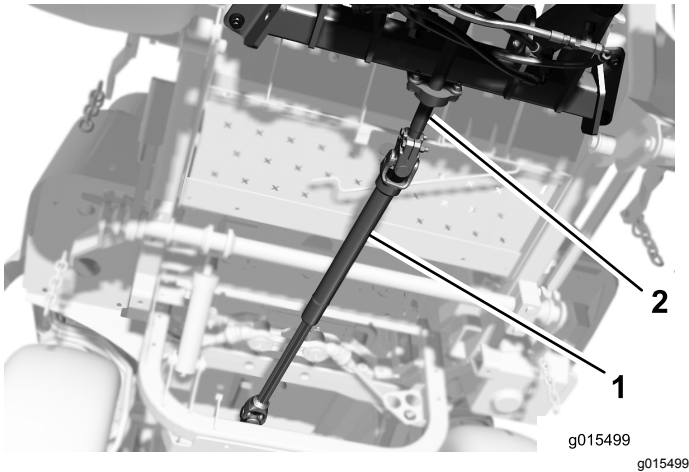

Figura 10
1. Durante l'allineamento dei fori di montaggio dell'albero di trasmissione con il foro dell'albero intermedio, fate scorrere l'albero di trasmissione sull'albero intermedio dell'attacco (Figura 10)